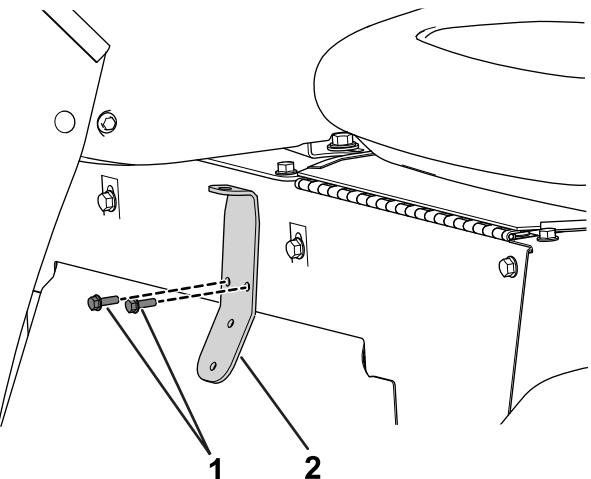

Figure 28
2. Avec 2 vis à tête fendue hexagonale (1/4"-20 x 1/2"), fixez le support de vannes à la base du siège (Figure 28).